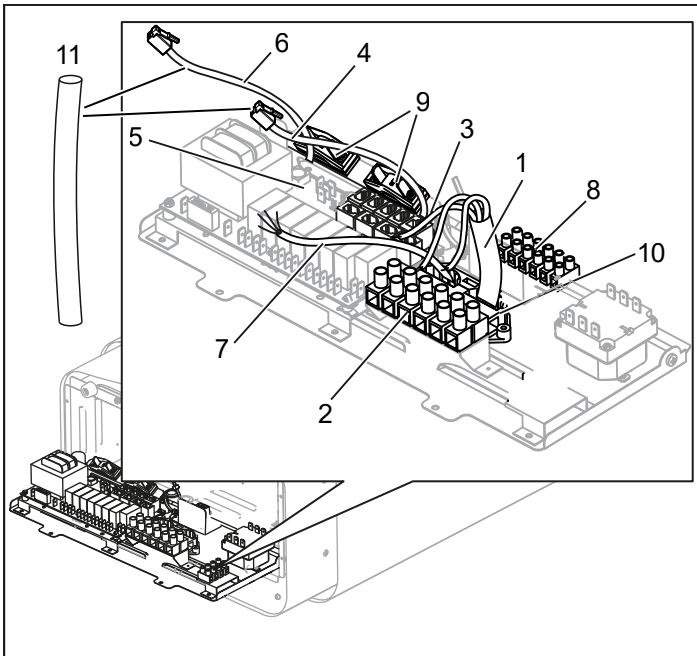
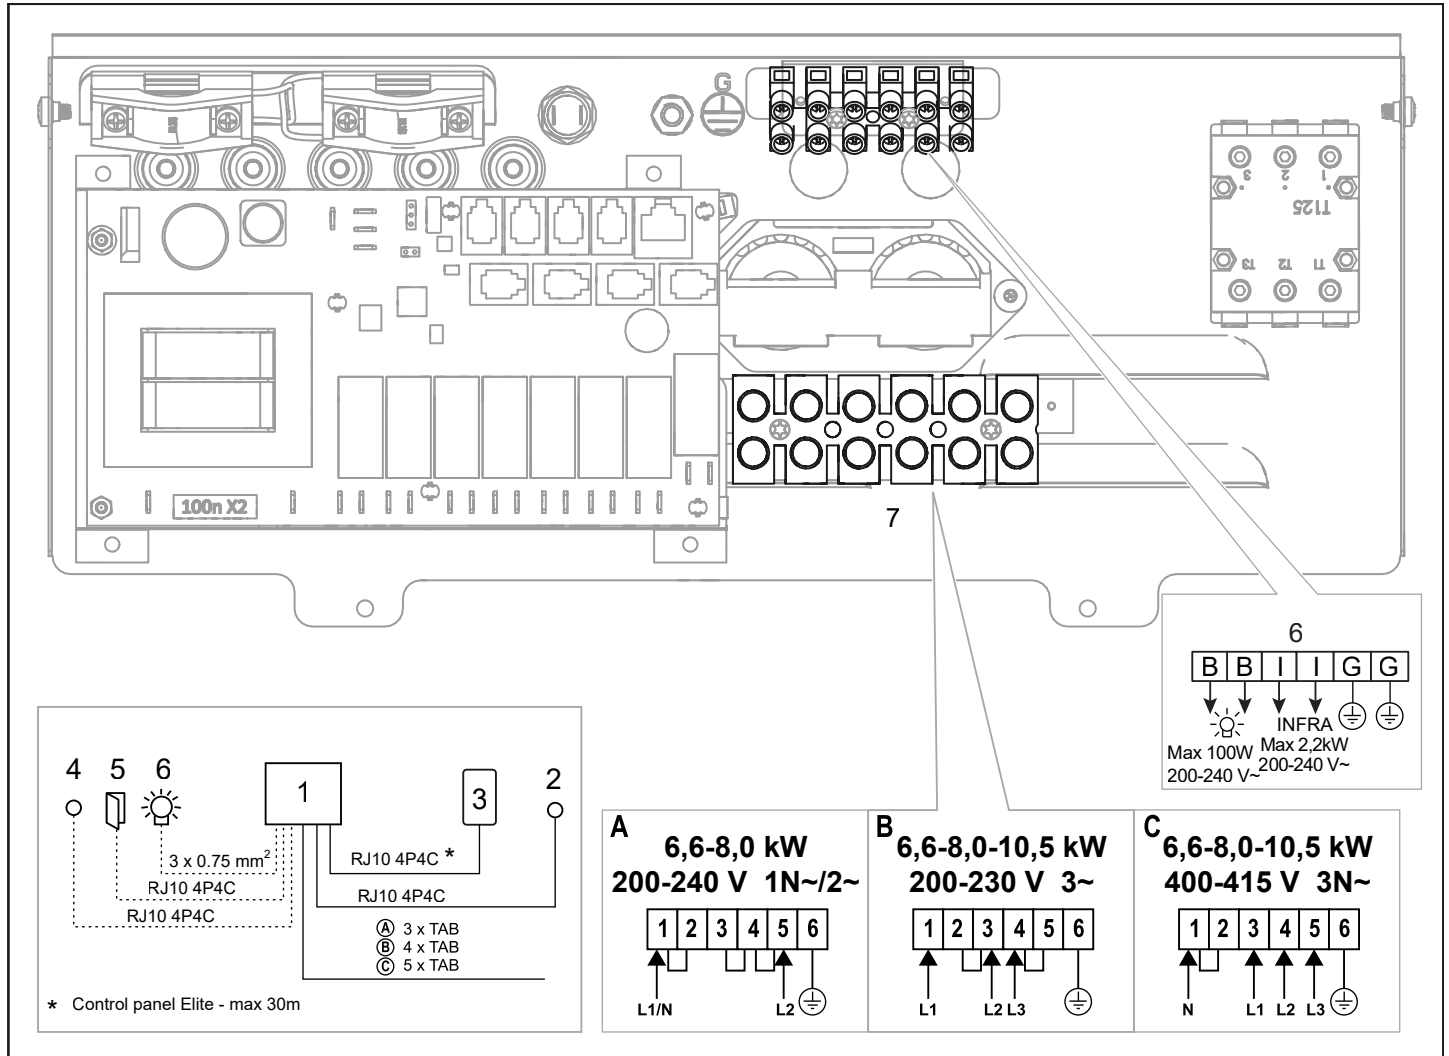
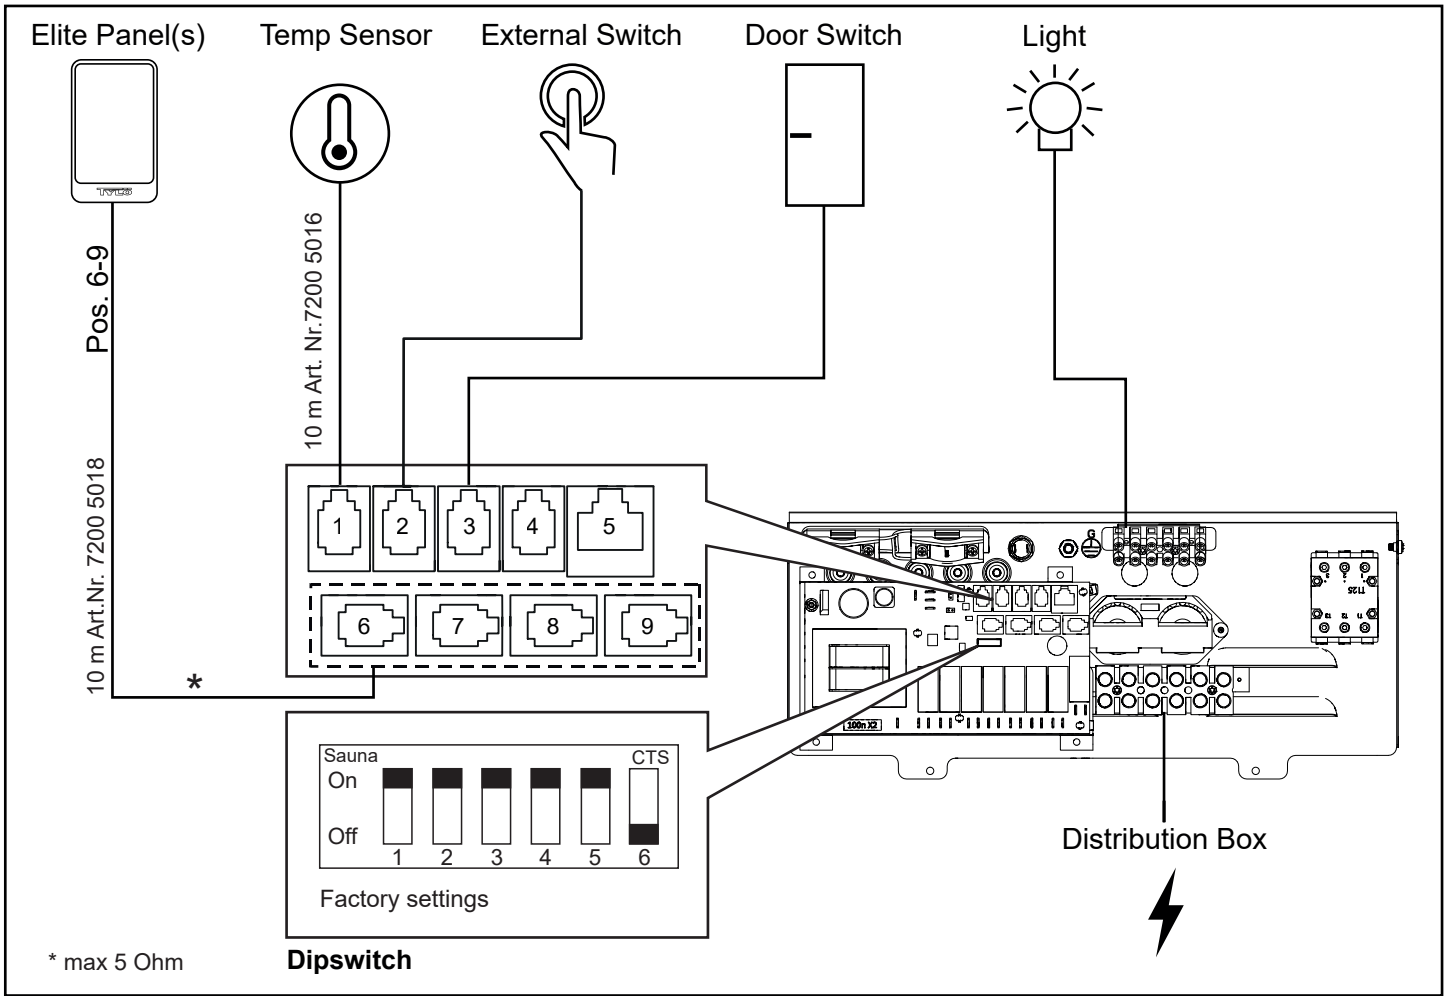

Figure 9 : Circuit imprimé
Figure 17 : Schéma de branchement
Figure 18. Schéma d'installation Sense Elite
3. Raccordez le câble électrique (voir figure 9), en suivant le schéma de raccordement (voir figure 17).
4. Acheminez les câbles du panneau de commande et de la sonde de température à travers les passe-câbles (voir figure 9). Raccordez le câble du panneau de commande à l'un des quatre connecteurs RS485 (positions 6-9) (voir figure 18).
5. Raccordez le câble de la sonde au contact NTC sur le circuit imprimé (position 1) (voir figure 18).
6. Raccordez, le cas échéant, le câble de l'éclairage (voir figure 9) en suivant le schéma de raccordement (figure 17).
Pour un raccordement à d'autres tensions ou d'autres nombres de phases ne figurant pas sur le schéma de raccordement (figure 17), contactez le service de maintenance Tylö.
- Przewody muszą być poprawnie ułożone (patrz Schemat połączeń/okablowania, rys. 17).
- Rozmiar bezpiecznika (A) i przekrój przewodu zasilającego (mm2) muszą być właściwe dla pieca (patrz Schemat połączeń/okablowania, rys. 17).